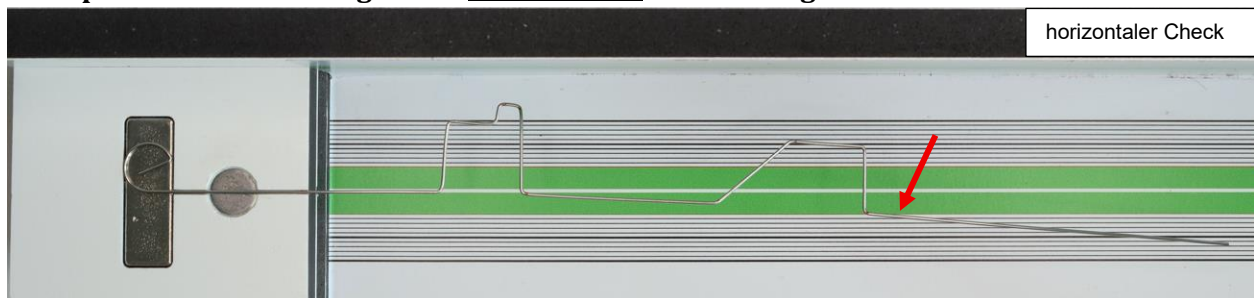
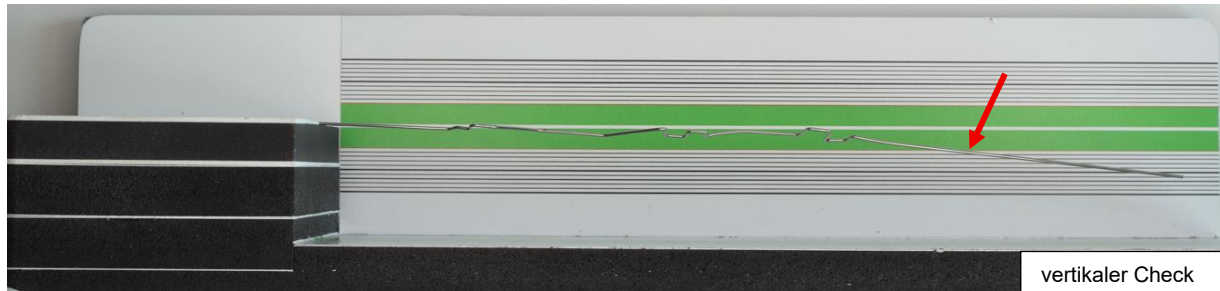

Abb. 11: **Horizontale** Abweichung von **mehr als 5 mm**:
Abb. 13: **Vertikale** Abweichung von **mehr als 5 mm**:
- Drähte, welche eine **horizontale** (Abb. 11 und Abb. 12) oder **vertikale Abweichung** (Abb. 13 und Abb. 14) von **mehr als 5 mm** aufweisen.
Zur Überprüfung der vertikalen bzw. horizontalen Abweichung wird jeder Draht mittels einer Auswertevorrichtung standardisiert ausgerichtet, wobei der Bereich des Referenzringes magnetisch fixiert wird (siehe Abb. 11 und Abb. 13).
Die weiße Mittellinie stellt die optimale Achse des Drahtes für die Wertung der **vertikalen** Abweichung dar. Die Auswertevorrichtung mit dem fixierten Draht wurde dazu um 90° gegenüber der Ansicht der Abb. 11 gekippt.